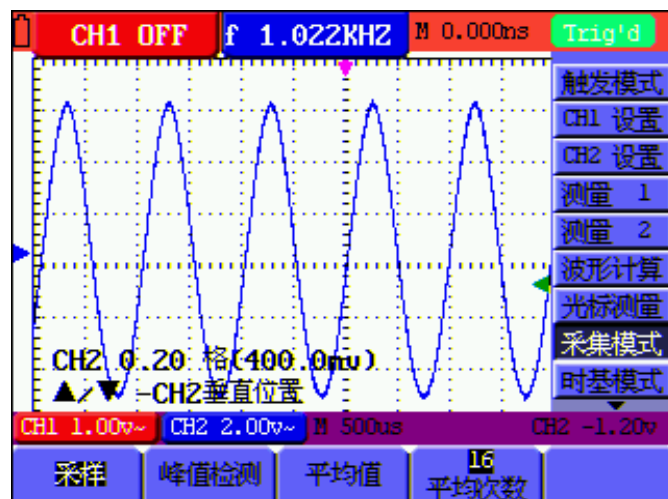

图 14: 平均值采样方式
3. 按 **F3** 键，选择 **平均值**，再按 **F4** 键，选择 **平均次数 16** 次。这时会平均 16 次测量结果显示。见图 14: